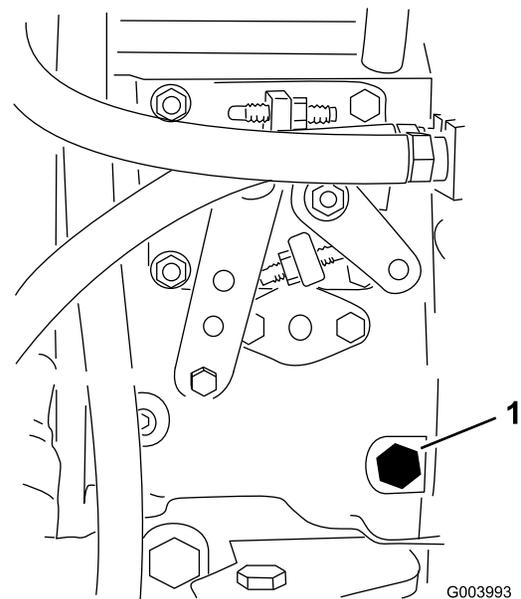

Figura 38
3. Desaperte o parafuso de drenagem que se encontra na bomba de injeção de combustível (Figura 38) com uma chave de 12 mm.